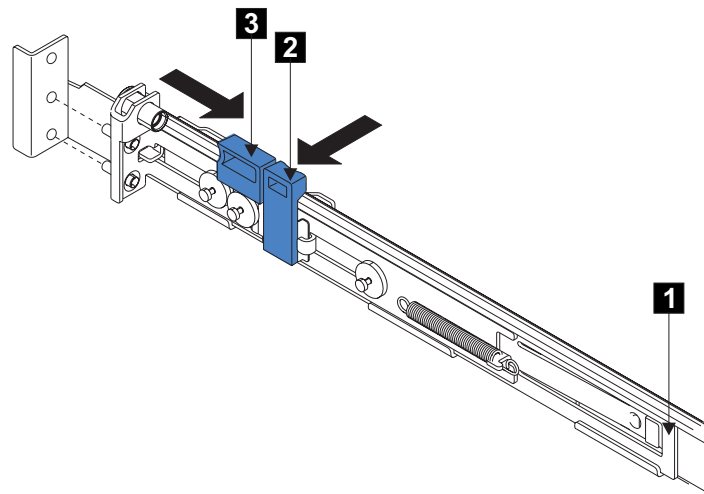

図 93. 後部のラッチ・ロック・キャリア・アセンブリーを開く
5. 後部レール・ブラケット **1** (図 93) を、止まるまでレールの前面に向かって押します。これで、レールはその一番短い長さに調整されます。